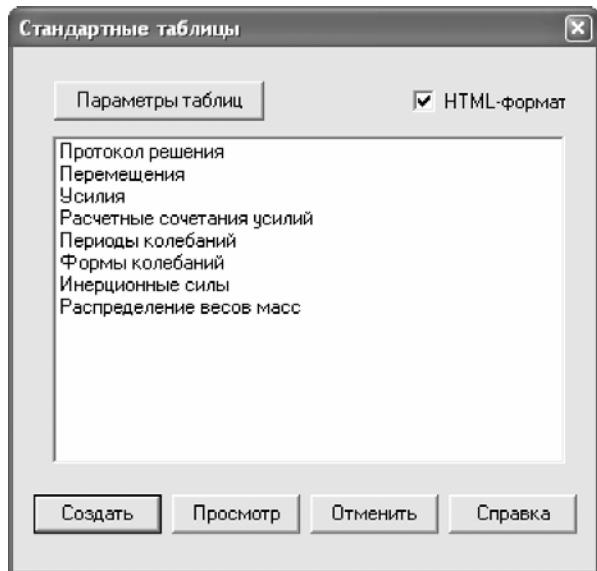

Рис.5.27. Диалоговое окно **Стандартные таблицы**
- После этого в диалоговом окне **Стандартные таблицы** (рис. 5.27) выделите строку **Расчетные сочетания усилий**.